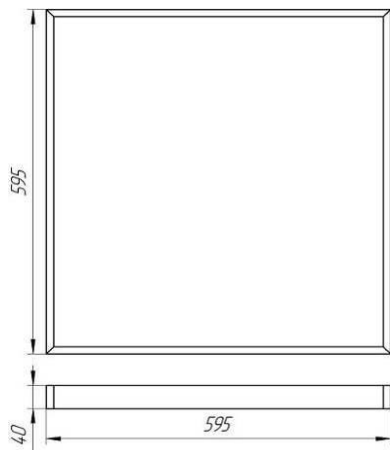

Рисунок 1. Габаритный чертеж Ecomex Office 595 EM
5.1.2. Для установки светильника необходимо повернуть торцевую панель и аккуратно снять рассеиватель. Надежно закрепить на ровной поверхности корпус светильника при помощи комплекта креплений, габариты для монтажа см. рисунок 1 и 2.